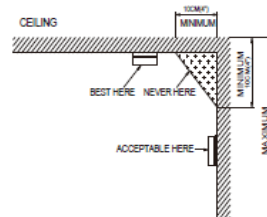

Рисунок 4: РЕКОМЕНДУЕМЫЕ ЛУЧШИЕ И ПРИЕМЛЕМЫЕ МЕСТА УСТАНОВКИ ДЫМОВОГО ДАТЧИКА
- Если установка на потолок невозможна, а настенная установка разрешена регламентирующими документами, разместите датчики на стене, на расстоянии 10 -15 см от потолка. Так же см. Рисунок 4.